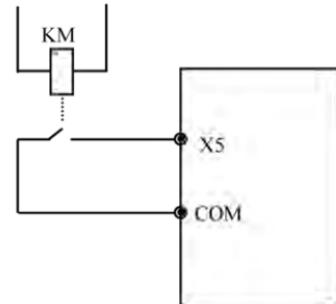

Рис. 7-15 Нормально открытый канал ошибки периферийных устройств
**22: Вход откза внешнего оборудования.** С помощью данного терминала может осуществляться вход сигнала ошибки периферийного оборудования, что удобно для преобразователя, чтобы осуществлять мониторинг неисправностей периферийного оборудования, как показано на Рис. 7-15.